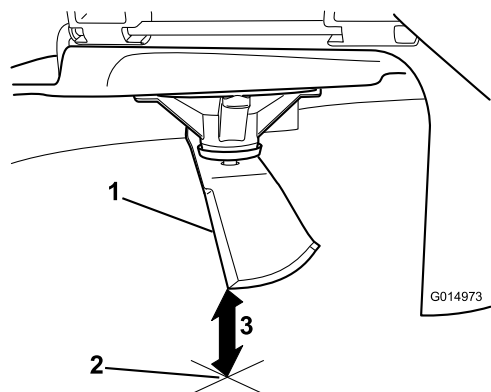

Figure 47
5. Mesurez la distance entre la pointe de la lame et la surface plane (Figure 47).